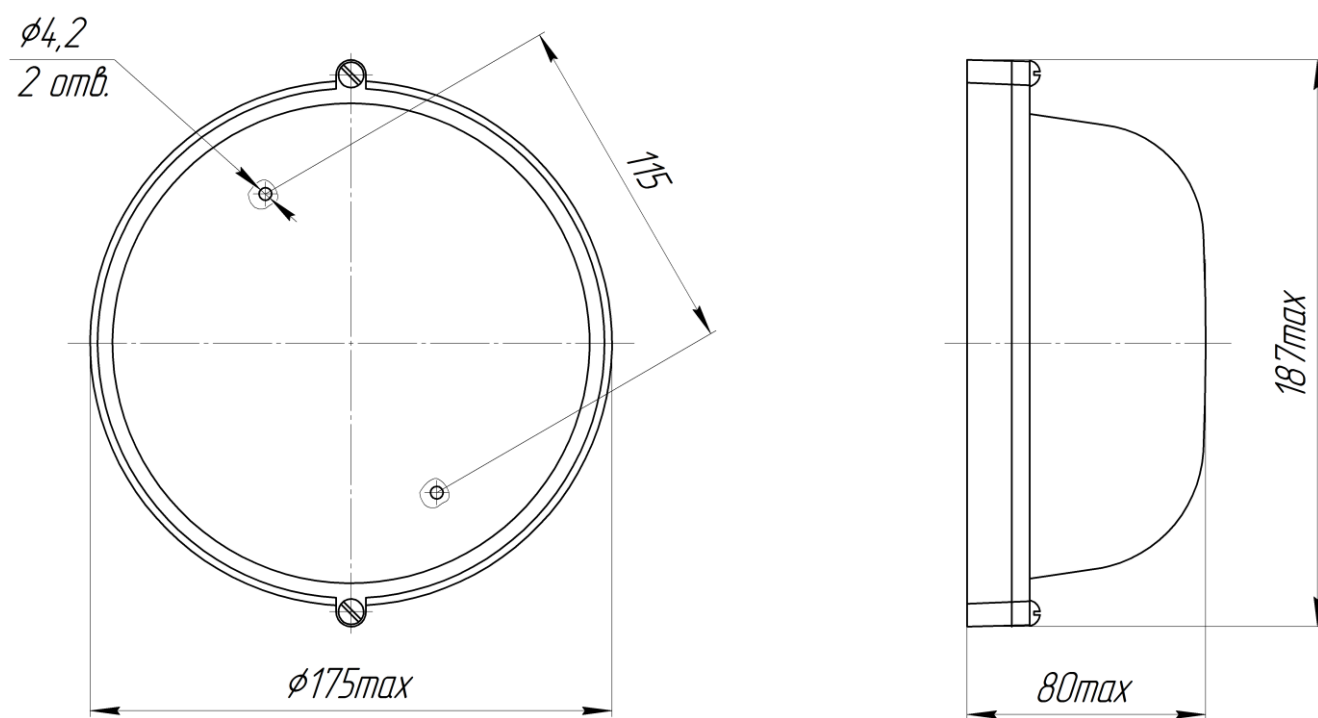

Рисунок 1
1.4.1. Светильник состоит (см. Рисунок 1) из металлического корпуса, который является несущим элементом светильника, защитного стекла, светодиодного полупроводникового модуля, источника питания и контактного устройства.